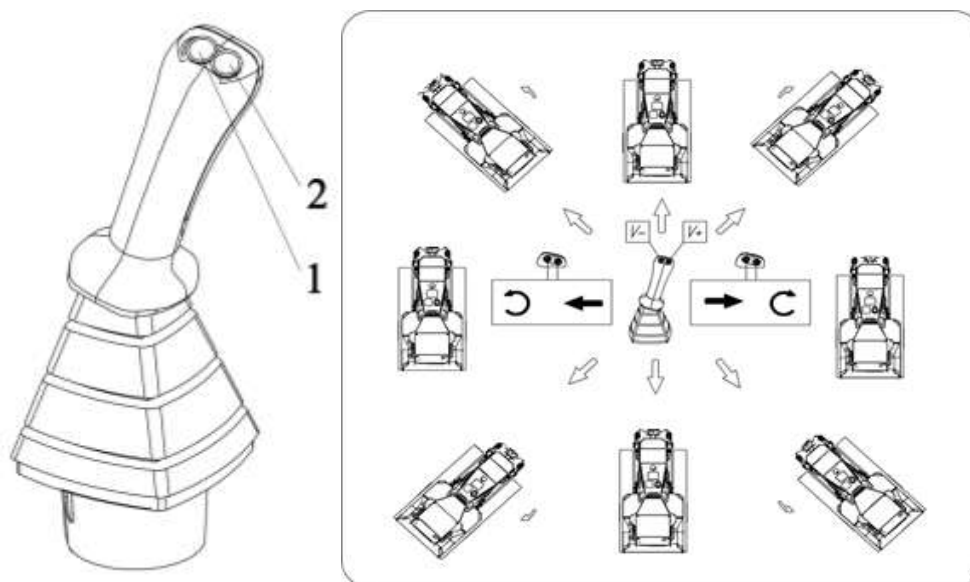

Рисунок 3.47. Джойстик управления движением
Машина при работе имеет возможность двигаться вперед и назад на разных передачах без дополнительных переключений. Для этого, при помощи кнопок 1 и 2 (рис. 3.47), необходимо выбрать требуемую передачу: переключение производится путем кратковременного нажатия на одну из кнопок, при движении в том направлении, для которого хотим выбрать передачу. Передачи 1-3 являются рабочими, передача 3 соответствует максимальной скорости при максимальной тяге машины. Передачи 4-6 являются транспортными, передача 6 соответствует максимальной скорости при минимальной тяге.
- рукояткой управления оборотов двигателя поз. 2 рис. 3.47 задать требуемый скоростной режим работы двигателя. Контроль частоты вращения двигателя осуществлять по индикатору поз. 1, рис. 3.2;